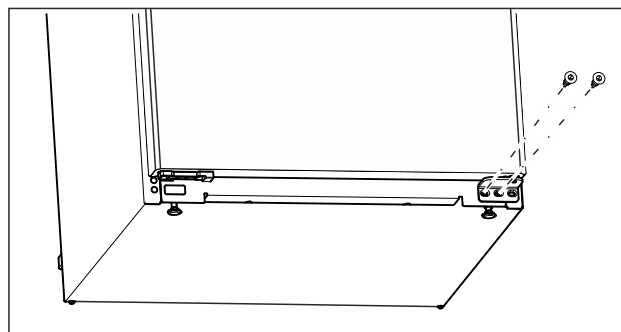

Fig. 7
- ▶ Deșurubați și scoateți șurubul din mijloc de la suportul de lagăr inferior cu șurubelnița Torx 20. (vezi Fig. 7)
- ▶ Deșurubați și scoateți șurubul din interior de la suportul de lagăr inferior cu șurubelnița Torx 20. (vezi Fig. 7)